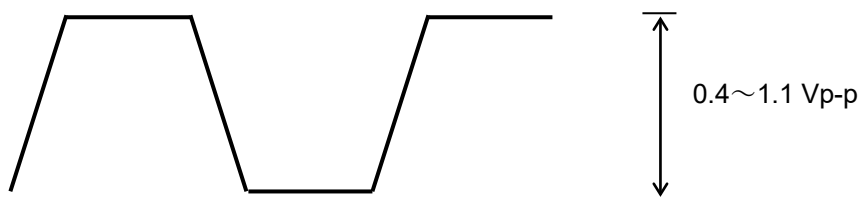

図6.3.6-2 サンプリグオシロスコープで測定された波形例
4. サンプリグオシロスコープのアベレージング機能を使い測定し、測定された波形のレベルが図6.3.6-2に示す範囲に収まっていることを確認してください。